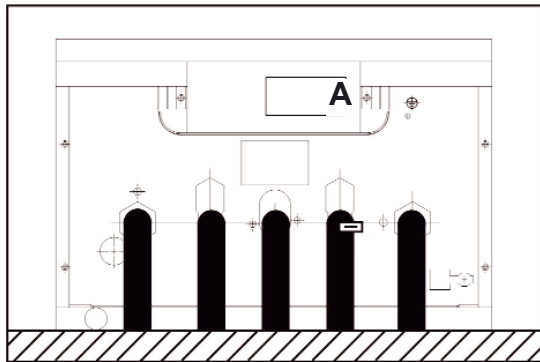

FIGURA 1
- Soltar el tornillo (A) indicado en la figura 1 mediante un destornillador, la tapa sobre la que va montada la regleta de conexiones caerá y quedará colgando del cableado.